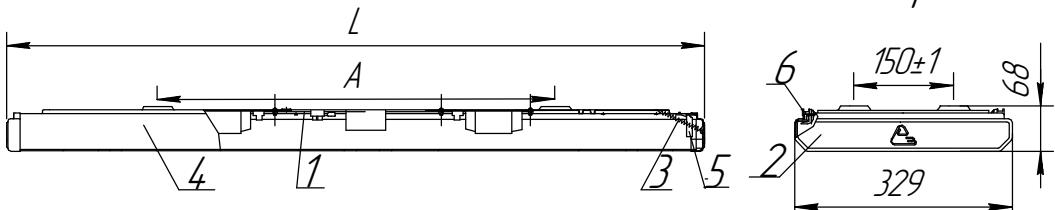

Рисунок. 1 1.Корпус в сборе. 2.Крышка 3. Пружина 4.Рассеиватель.
4.2 Светильники в соответствии с Рис.1 состоят из корпуса поз.1 в котором размещена электрическая схема, двух торцевых крышек поз.2, которые крепятся к корпусу с помощью четырех пружин поз.3 и рассеивателя поз.4.